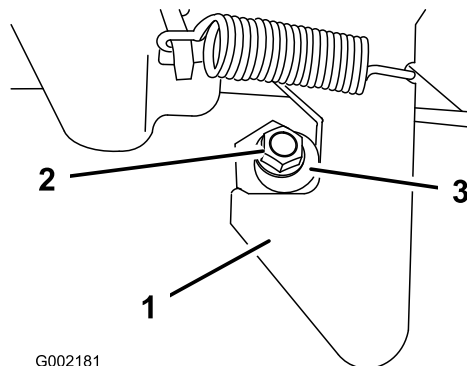

图 69
1. 拧松门锁杆末端的锁紧螺母图 69。
2. 顺时针门锁杆直到它紧贴在门锁的挂钩部分图 69。